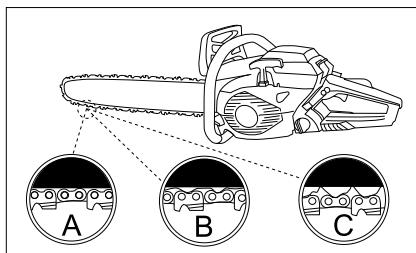

Рис. 10
Изучете рис. 10, където се показва вярно натягане при студена верига (A), топла верига (B), а също при верига, натягането на която трябва да се регулира (C).